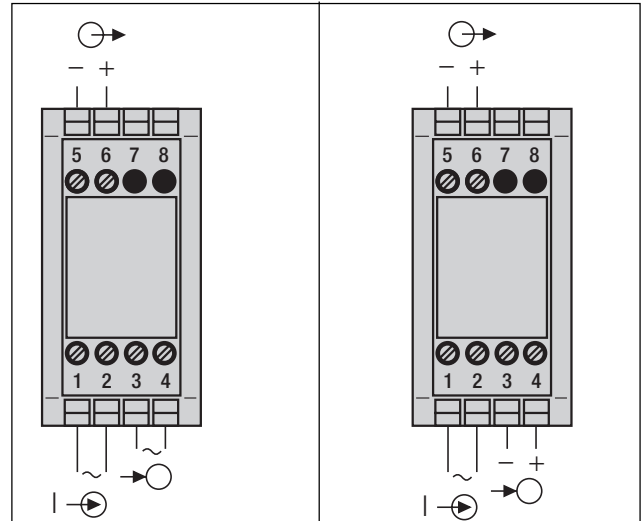

Bild 2. AC-Hilfsenergie.
Wechselspannung (AC):	24, 110, 115, 120, 230 oder 400 V $\pm 15\%$ , 50 / 60 Hz Leistungsaufnahme ca. 3 VA, siehe Bild 2